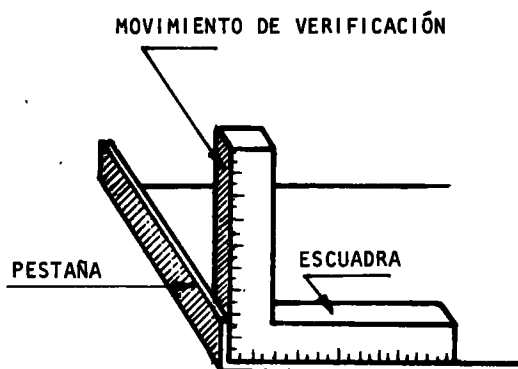

Fig. 3
- a Coloque la escuadra en el interior del ángulo formado en un extremo, y deslícela hasta el otro extremo, comprobando el ángulo obtenido (fig. 3).